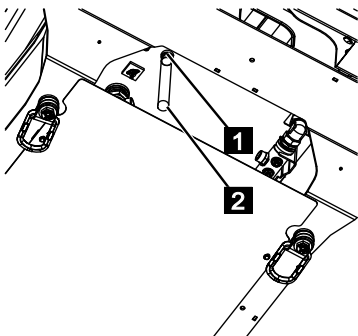

Fig. 241
4. Placer un bac collecteur d'huile approprié sous le bouchon de vidange d'huile (Fig.241/1).
5. Ouvrir le couvercle du bouchon de vidange d'huile (Fig.241/1).
6. Visser le flexible de vidange d'huile (Fig.241/2) sur le bouchon de vidange d'huile. Ceci ouvre le raccord vissé et l'huile hydraulique peut s'écouler.